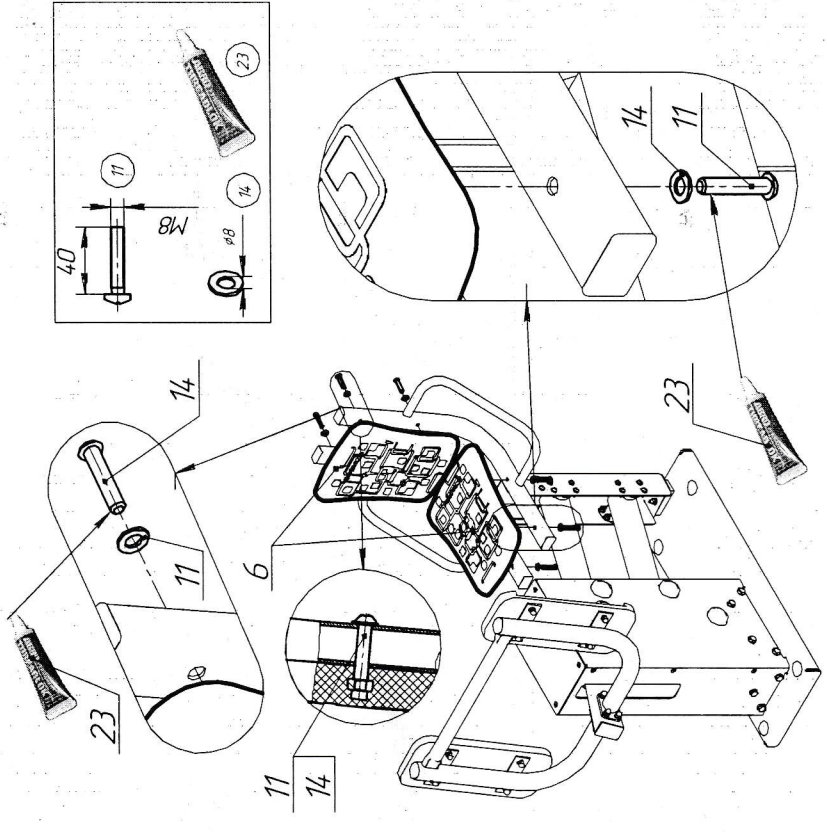

Рис.8
12.3.3.2.3 Установить пластиковые сиденья поз.6 (рис.8) при помощи винтов поз.11 и шайб поз.14.